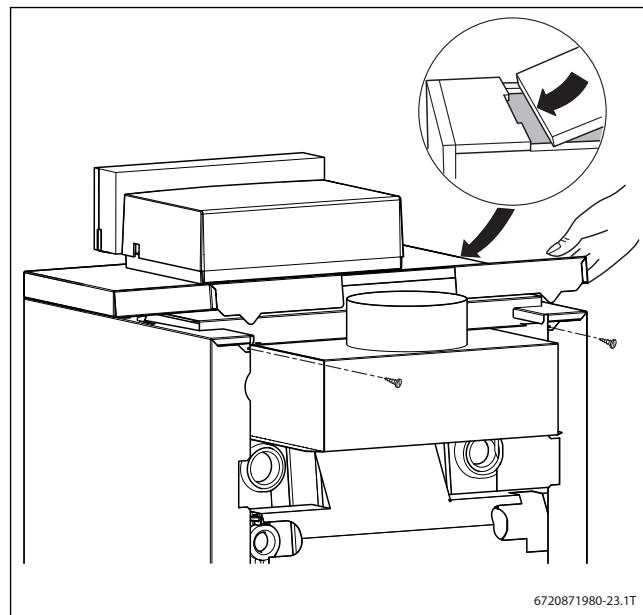

Рис. 23 Установка задней крышки котла
- ▶ Задвиньте заднюю крышку котла с язычками под переднюю крышку и нажмите на неё сзади вниз (→ рис. 23, стр. 23).